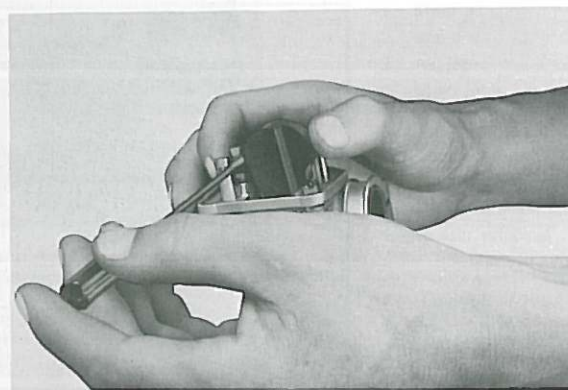

Fig. 4-2-16
- f. To correct float arm height, bend the tang a slight amount as required. (Fig. 4-2-16)
- f. Le réglage du niveau s'effectue en courbant légèrement la lamelle du flotteur. (Fig. 4-2-16)
- f. Um die Schwimmerhalterhöhe zu berichtigen, ist der Arm leicht nach den Erfordernissen zu biegen. (Fig. 4-2-16)